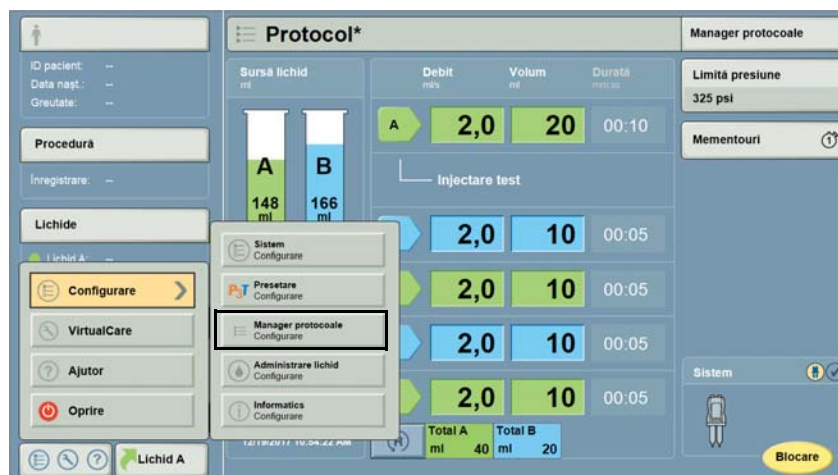

Figura 13 - 5: Categorii de configurare (Configurare manager de protocoale)
2. Selectați opțiunea **Configurare manager de protocoale**. Consultați Figura 13 - 5: Categorii de configurare (Configurare manager de protocoale).